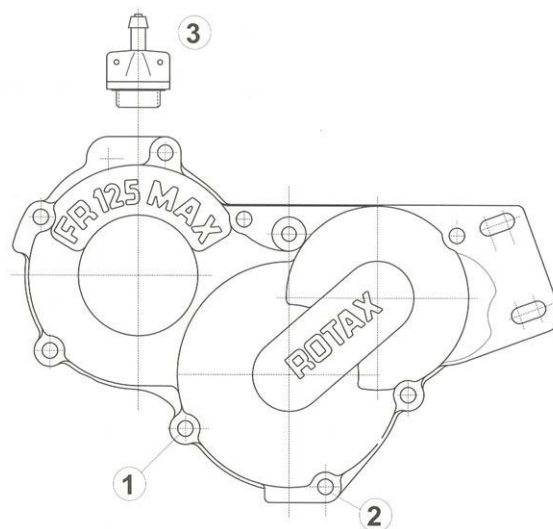

Fig 3.
⇒ Retire el tornillo Allen (1) y el anillo de sello (fig. 3). Este tornillo allen en particular para sujetar la tapa de engranes también sirve para revisar el nivel de aceite. Si no sale aceite a través del agujero roscado, quite el tornillo de ventilación (3) y lentamente llene con aceite de especificación SAE 15W40 hasta que el aceite salga por el tornillo de verificación de nivel (1). (La capacidad de llenado del motor nuevo es 0.05 L / 1,7 OZ fl (US).